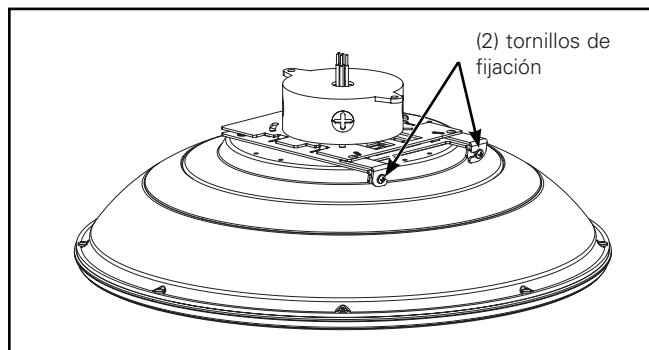

Figura 6.
- Balancee ambas bisagras de fijación nuevamente en su lugar y ajuste los tornillos de fijación a 10 pulg.-lb (1,13 N·m) (Figura 6).